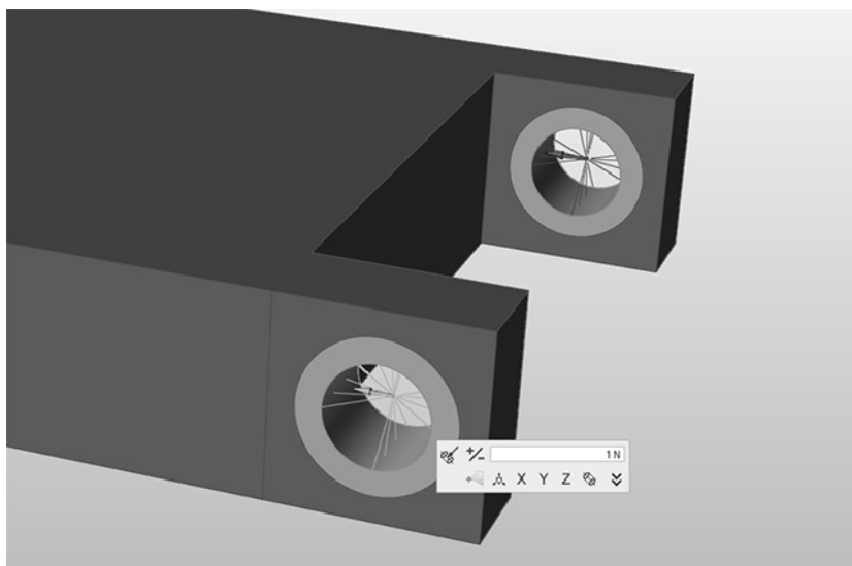

图 5-19
7) 增加两个新的力，沿 y 轴负方向分别施加在 Boss 材料的后部两侧，如图 5-19 所示。